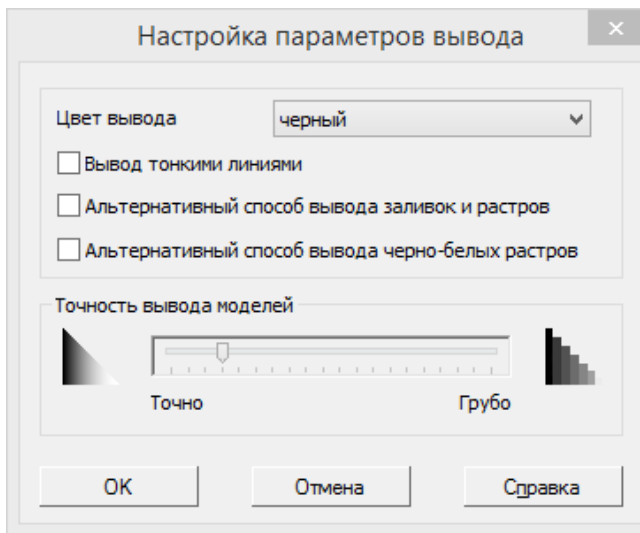

Рисунок 114
5. Щелчком на кнопке **Параметры вывода** откройте окно диалого **Настройка параметров вывода** (рисунок 114).